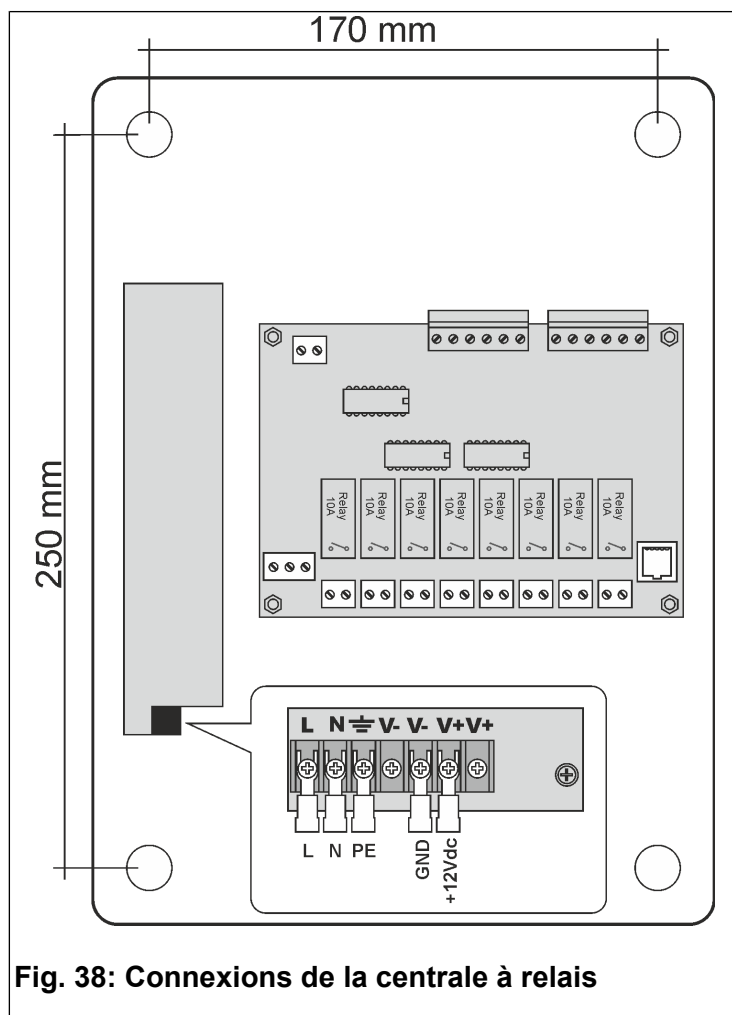

Fig. 38: Connexions de la centrale à relais
- Montez la **centrale à relais** en utilisant les 4 trous présents dans le fond (Fig. 38).
Reliez le conducteur de mise à la terre à la cosse à fourche fournie, comme indiqué sur la Fig. 38. La cosse fournie est adaptée aux câbles d'une section de 0,5–1,5 mm².
Les conducteurs d'alimentation doivent être reliés aux bornes L et N de l'unité d'alimentation, comme indiqué sur la Fig. 38, par l'intermédiaire des cosses à fourche fournies, adaptées aux câbles d'une section de 0,5-1,5 mm².